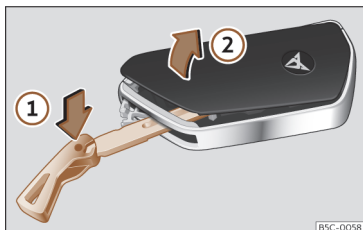

Fig. 71 Chave do veículo: abrir a tampa do compartimento da pilha.
- Introduza o palheto na ranhura >>> **Fig. 71**, pressione no sentido da seta ① e solte a tampa fazendo alavanca ②.